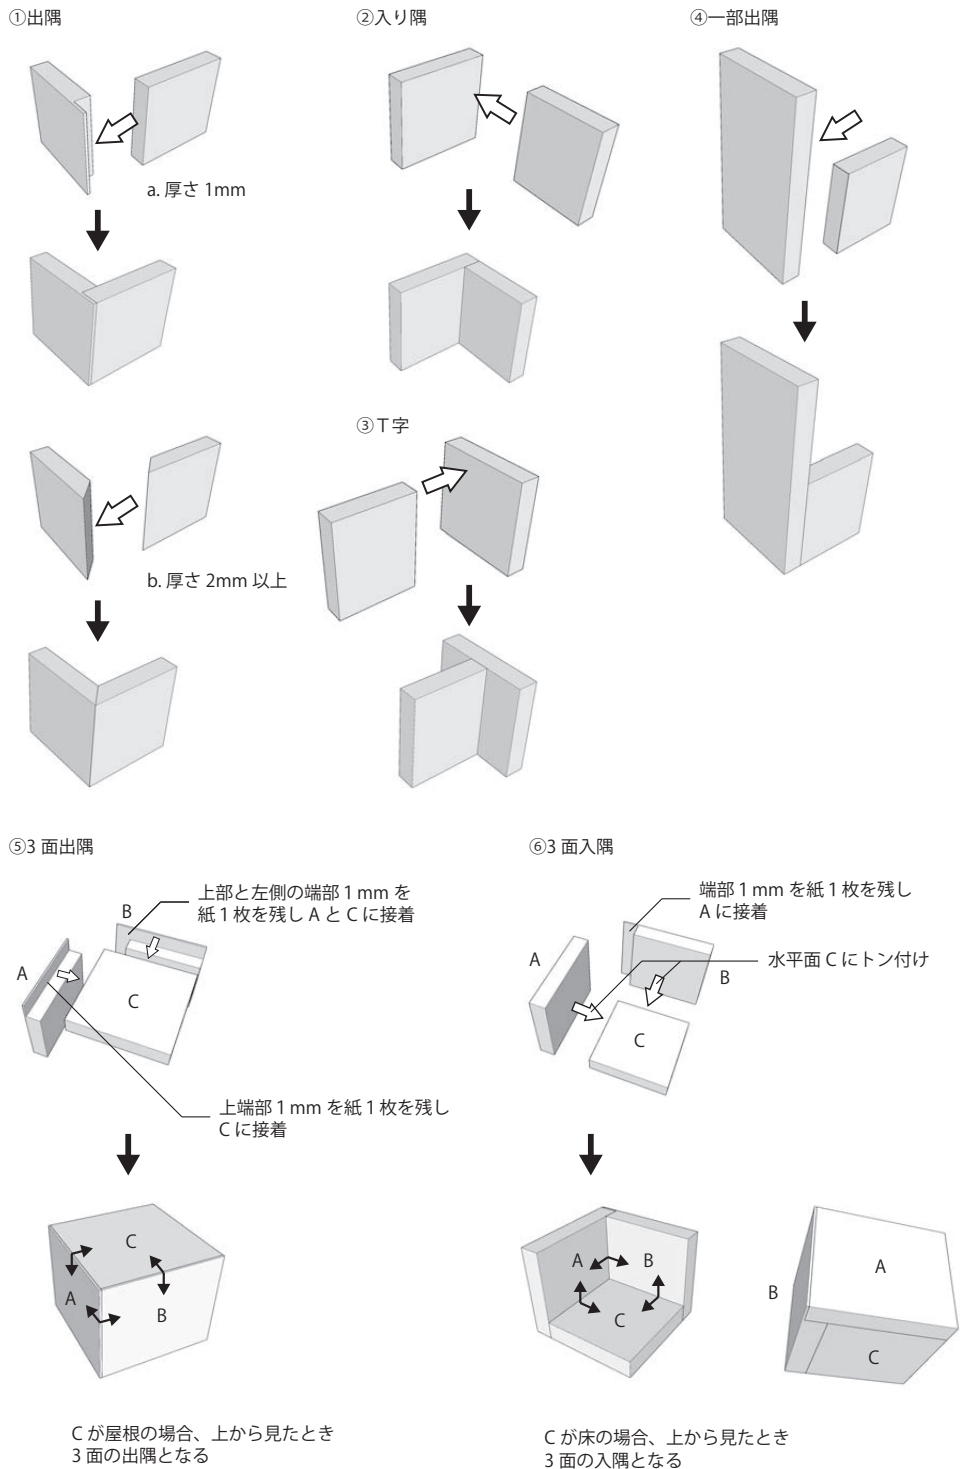

図 3 角の定義と模型作成における角の処理
- ①出隅……厚さ 1 mm のスチレンボードの場合、片方の端部 1 mm を紙 1 枚を残してスチレンを取り除き、L 字となった部分に他方を接着する（図 3 - ① a）。厚さ 2 mm 以上スチレンボードの場合、両方の端部をスチレンボードの厚みの幅で 45 度に斜めカットし接着する（図 3 - ① b）
- ②入り隅……片方のスチレンボードの断面を直接他方の端部に直接接着（トン付け）する（図 3 - ②）
- ③T 字……乗り越す面に他方のスチレンボードの断面をトン付けする（図 3 - ③）
- ④一部出隅……T 字として処理する（図 3 - ④）
- ⑤ 3面出隅……陸屋根のように3面が出隅となる場合、2面の壁は片方の横端部1mmを紙1枚を残し接着する。屋根となる水平面は、2面の壁の上端部1mmを紙1枚残し接着する（図3-⑤）
- ⑥ 3面入隅……ベランダ床のように3面が入隅となる場合、壁となる2面は片方の横端部1mmを紙1枚を残して接着する。床となる水平面は、2面の壁にトン付けする（図3-⑥）